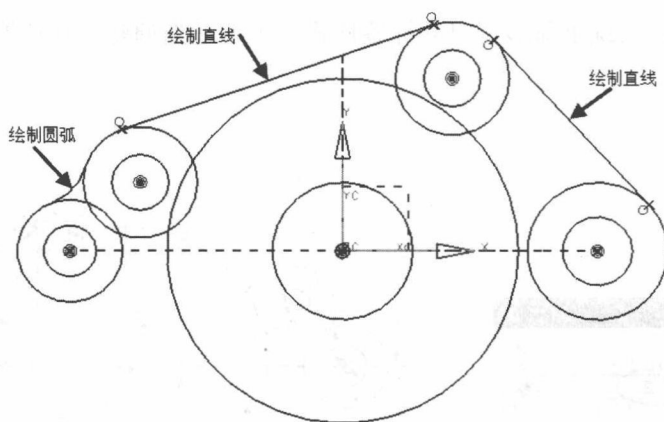

图 1-35 绘制直线和圆弧
(10) 在【草图工具】工具条中选择  (直线) 按钮，在捕捉点工具条中选择  (点在曲线上) 按钮，然后各选择两段圆弧，绘制两条公切线；然后在【草图工具】工具条中选择  (圆弧) 按钮，在【圆弧】浮动工具条中选择  (三点定圆弧) 按钮绘制一条与两圆均相切的圆弧，结果如图 1-35 所示。